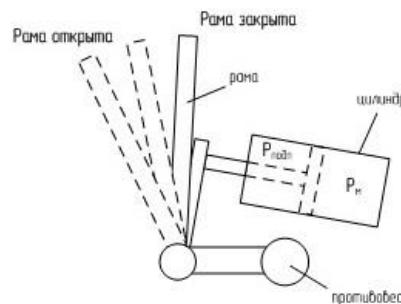

Рисунок 2.1 — Работа рамы
- a) Раму толкает или тянет пневматический двухкамерный цилиндр (рисунок 2.1). В одну камеру подаётся постоянное давление $P_{подп}$, то есть давления подпитания. Чем выше $P_{подп}$, тем тяжелее раме открываться, и тем быстрее она закрывается. В другую камеру подаётся давление P_u . Чем выше это давление, тем быстрее отводится рама.